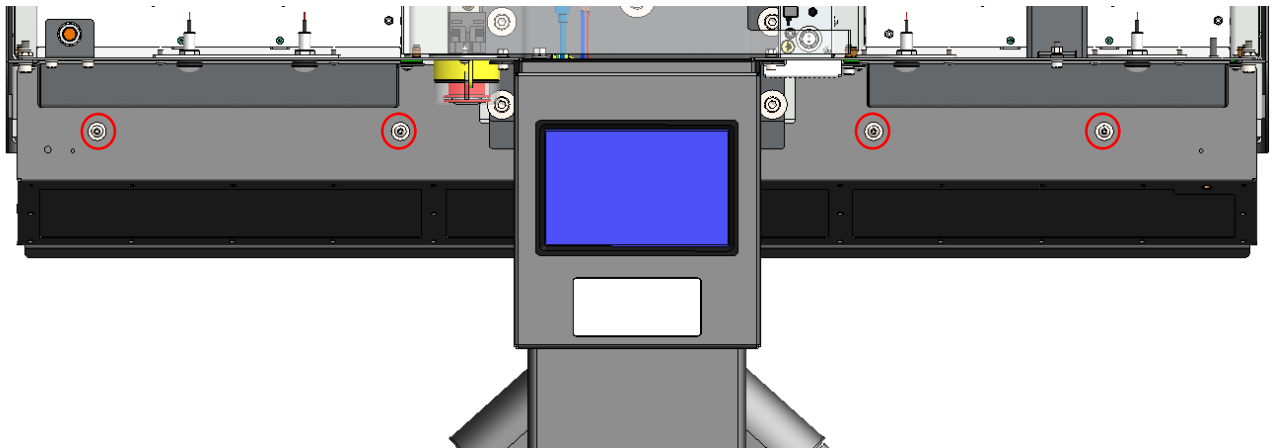

Рисунок 5.9. Розташування гвинтів на передній частині станції
1) Викрутити гвинти 4 гвинти з передньої частини станції (рис. 5.9).